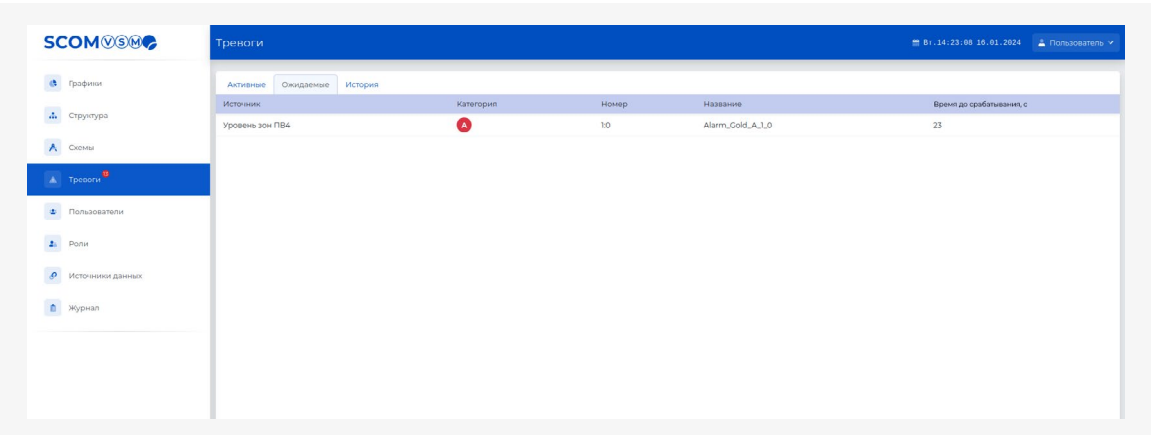

Рисунок 25. Вкладка «Ожидаемые тревоги»
- Ожидаемые — тревоги, условия для возникновения которых возникли, но имеется задержка по времени для их перехода в активные. Если в течение времени задержки срабатывания тревоги условия для её возникновения пропадают, тревога исчезает и не переходит в состояние активной (см. рисунок 25).